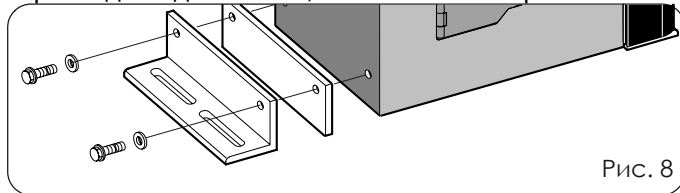

Рис. 8
- Прикрепите крепежные уголки и антивибрационные прокладки к двигателю, как показано на рис.8.